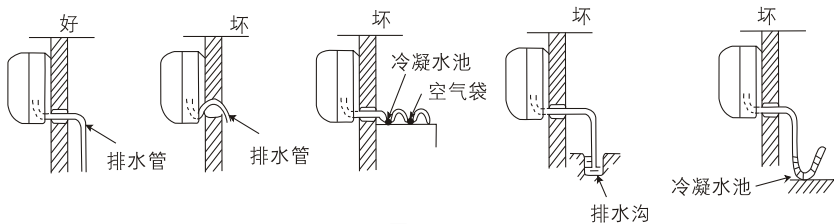

图32
- (1) 用附件⑮ 排水管与室内机组的出水管连接起来。
- (2) 如要使冷凝水流得舒畅,排水管应倾斜少许,如图32所示。